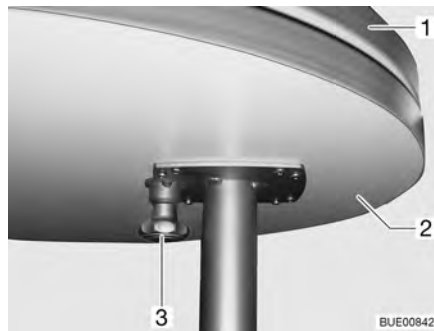

Fig. 81 Table fixe
*Agrandir :* ■ Tirer le bouton (Fig. 81,3) du dispositif de verrouillage vers le bas et sortir la rallonge de table (Fig. 81,2).
*Raccourcir :* ■ Faire pivoter la rallonge de table (Fig. 81,2) sous le plateau de table (Fig. 81,1) jusqu'à ce le dispositif de verrouillage s'enclenche de façon perceptible.